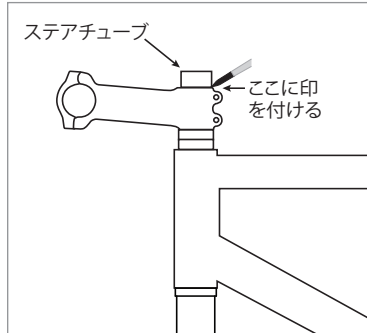

図4
7. 細字フェルトペンを使用してステムの上端に沿ってステアチューブに印をつけます(図4)。